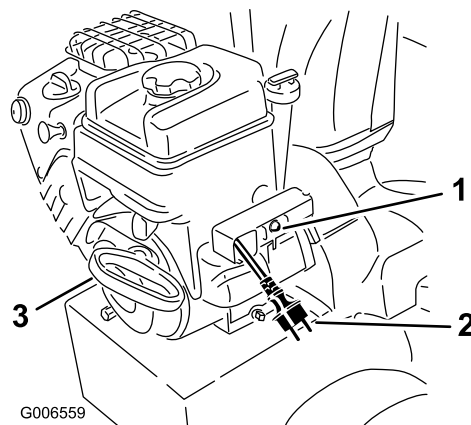

Figura 29
7. Avviate lo spazzaneve tirando la maniglia di avviamento a strappo o premendo il pulsante dell'avviamento elettrico (Figura 29).